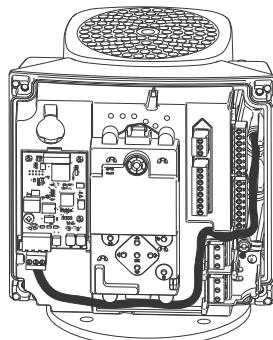

Рис. 64 Пример проводки
- Проложите провода для модуля CIM. См. пример на рис. 64.